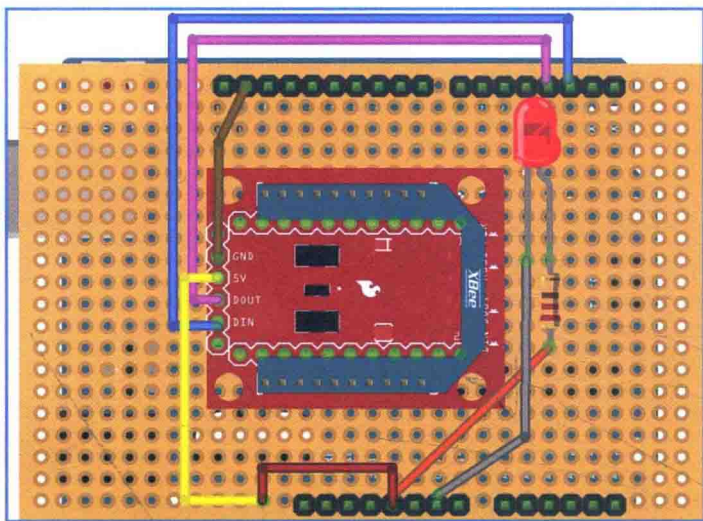

图 11.26 焊接测试 LED 和电阻
- c. 和前面一样焊接状态 LED。将 5V 连接到 LED 正极，中间加上一个 220 欧电阻。我使用图 11.26 中的橙色线。将 LED 的负极连接到地线，如图中的黑色线所示。